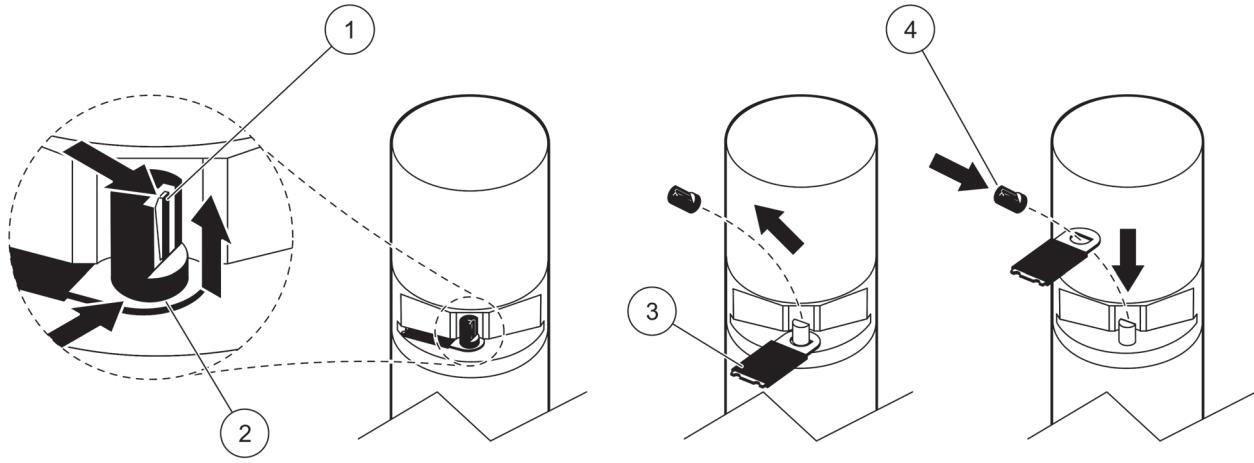

Bild 3 Wischerprofil wechseln
Informationen zum Austauschen des Wischerprofils finden Sie in Bild 3 und den nachfolgenden Schritten.
9. Ziehen Sie an der Haltetasche (Bild 3, Pos. 1), schieben Sie das Kappenunterteil hoch, und nehmen Sie es ab (Bild 3, Pos. 2 und 3).
11. Der Wischer fährt automatisch aus. Tauschen Sie das Wischerprofil aus (Bild 3, Pos. 4), und ersetzen Sie die Kappe wieder fest ein (Bild 3, Pos. 5).